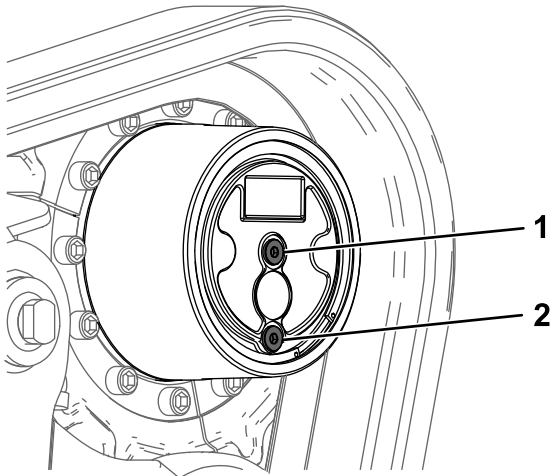

Рисунок 67
- Припаркуйте машину на ровной горизонтальной поверхности так, чтобы пробка сливного отверстия была в положении «на 6 часов» (Рисунок 67), включите стояночный тормоз и опустите стрелы погрузчика.
- Снимите пробку контрольного отверстия и пробку сливного отверстия и дайте трансмиссионному маслу стечь (Рисунок 67).
6. Установите пробку сливного отверстия (Рисунок 67).